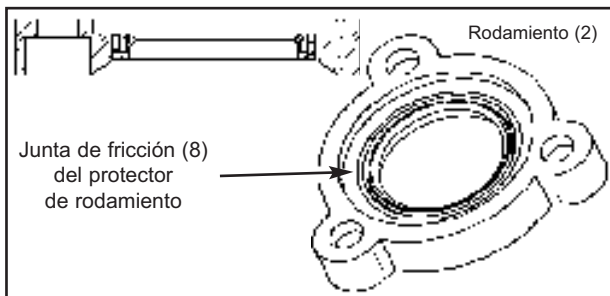

Figura 22
6. Engrase ligeramente una nueva junta de aceite nueva (8) de fondo. Con ayuda de un colocador de juntas de dimensiones adecuadas, introdúzcala en el protector de rodamientos con el labio hacia arriba para que se encuentre frente al rodamiento ; ver la figura 22.